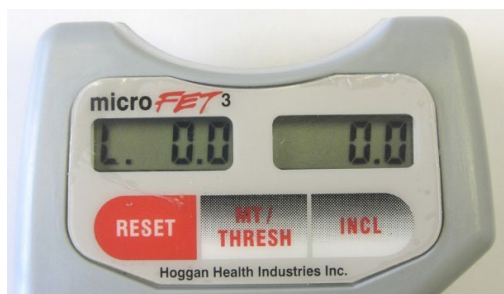

Figure 10 : Indicateur de configuration du seuil/Mode sans fil activé
- La fonction mode sans fil, lorsqu'elle est activée, est indiquée par un point derrière l'indication de configuration du seuil « L » ou « H » (voir figure 10).
- La configuration actuelle du seuil est affichée comme « L » ou « H » à gauche de la fenêtre d'affichage gauche. Présente le dispositif en configuration de seuil bas (voir figure 10).